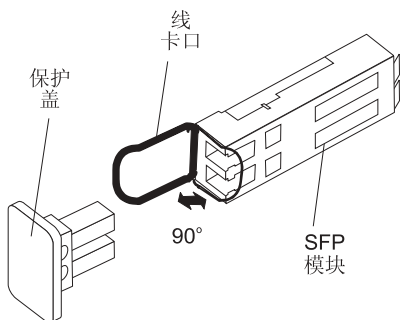

图 33. 解锁 SFP 模块（线卡口）
- a. 通过将线卡口向下拉 90° 来解锁 SFP 模块（请参阅图 33）。